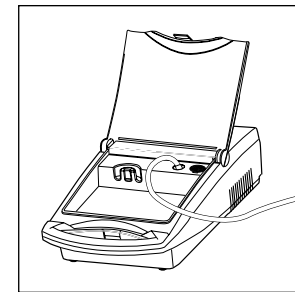

Figure 3
5. Brancher l'une des extrémités du tube du nébuliseur dans le connecteur d'admission d'air **Figure 3**.